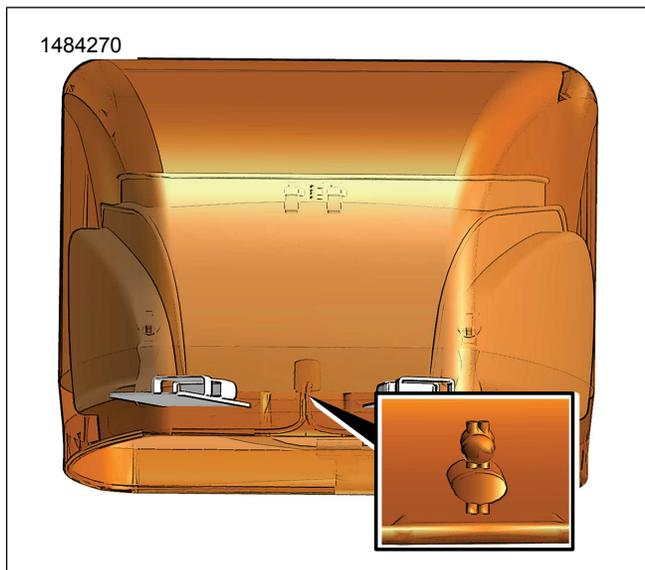

Figure 6. Cordon de serrage (typique)
1. Figure 6 Tirer la housse sur tout le sac.